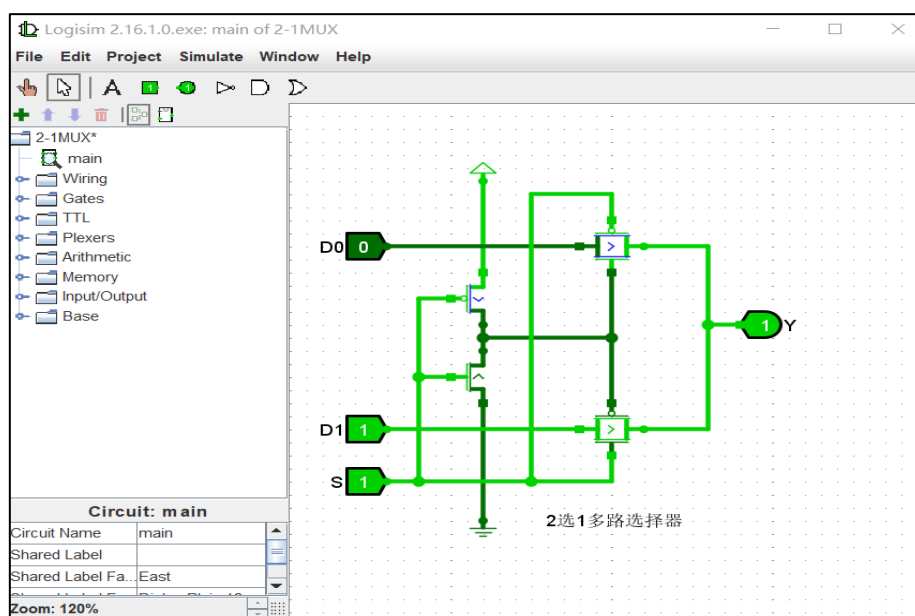

图 11.18 用传输门实现 2 路选择器并仿真验证
5) 选择基本部件并互连，然后进行仿真检测，以验证电路功能。实现电路如图 11.18 所示，保存该电路设计文件，文件名为 2-1MUX-2.circ。
7) 使用 2 路选择器子电路构建一个 4 路选择器。在工程 (Project) 菜单下单击添加子电路 (Add Circuit), 设置子电路名为 2-1MUX。在导航窗口中, 双击 2-1MUX, 进入 2-1MUX 子电路工作区, 按照图 11.18 所示方式用传输门实现 2 路选择器电路。